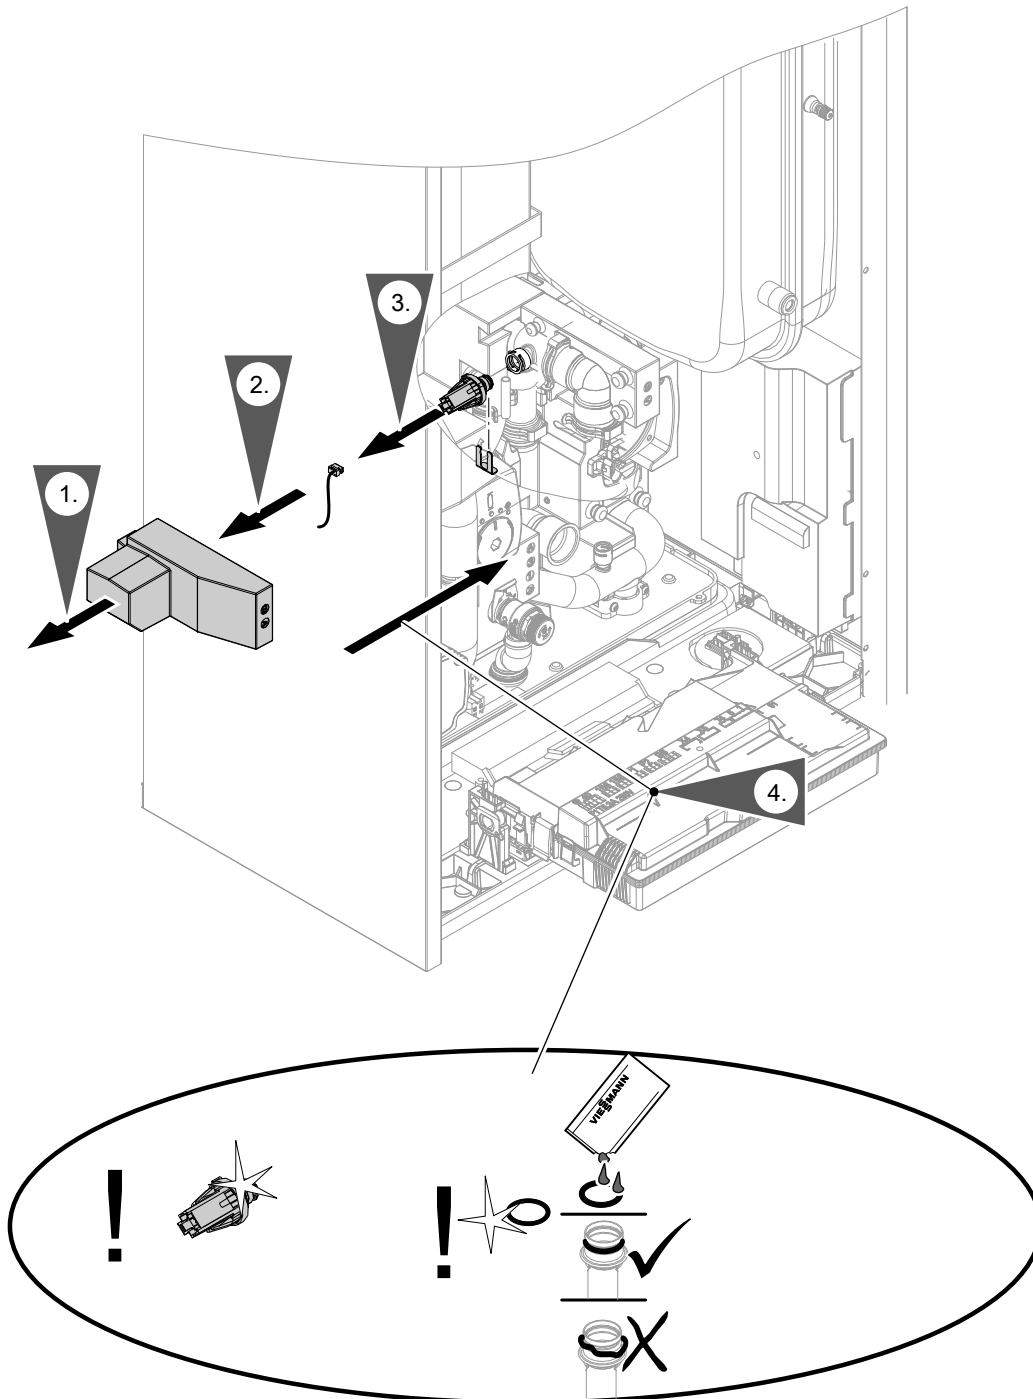

Abb. 100
- Wasserdrucksensor: Siehe Abb. 100.